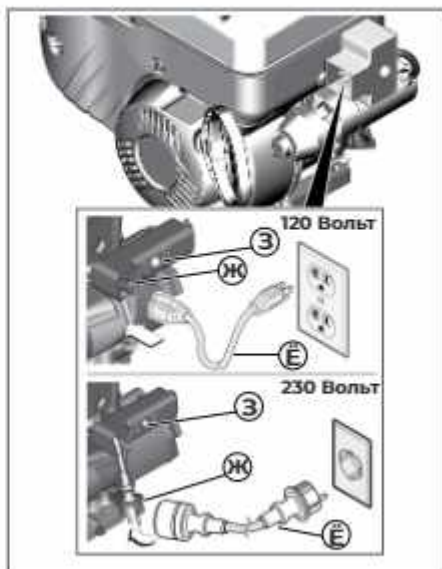

Рис. 21
8. Модели с электрическим запуском: присоедините удлинитель (рис. 21, поз. Е) к корпусу стартера (рис. 21, поз. Ж), а затем к стенной розетке. Нажмите на кнопку включения стартера (рис. 21, поз. З). После того как двигатель запустится, отсоедините удлинительный шнур от настенной розетки сети электропитания, а затем от стартера.